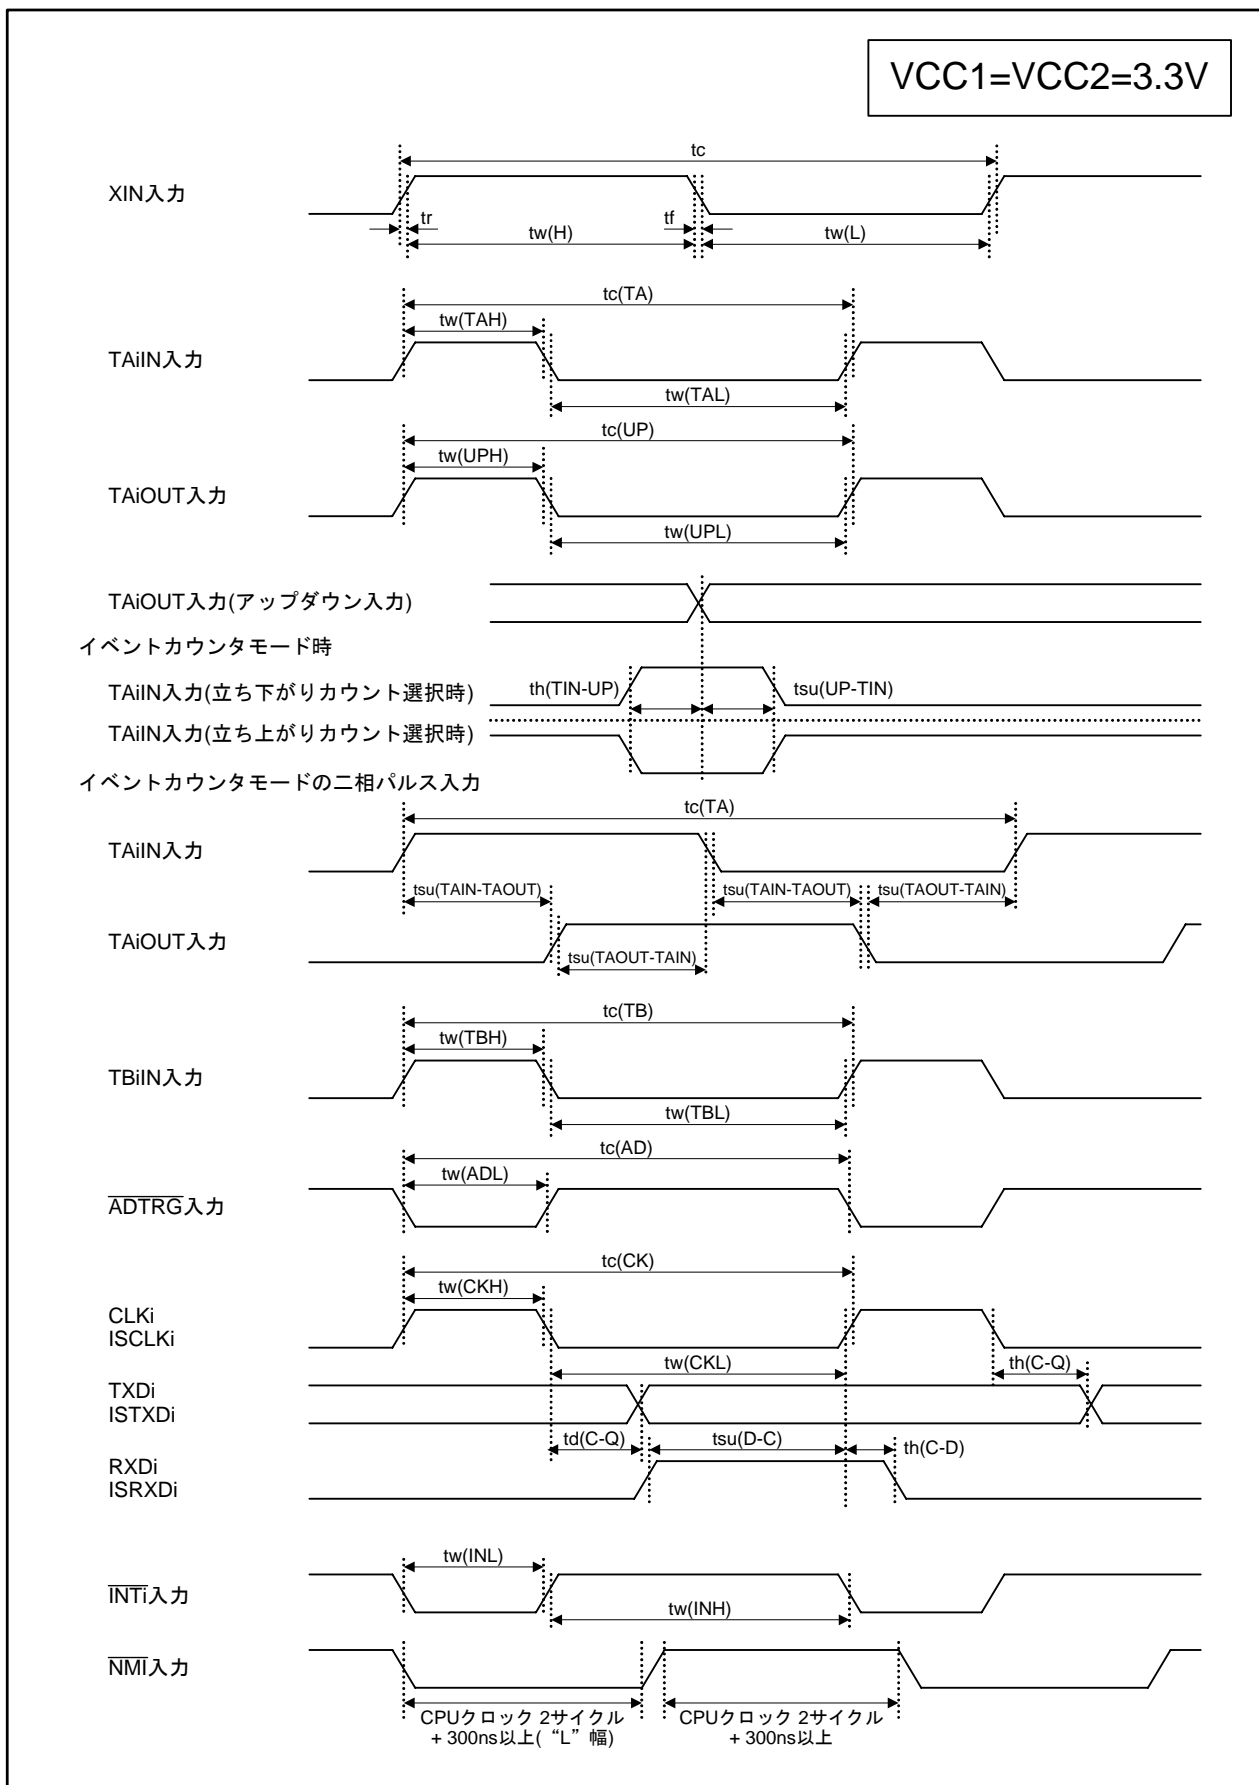
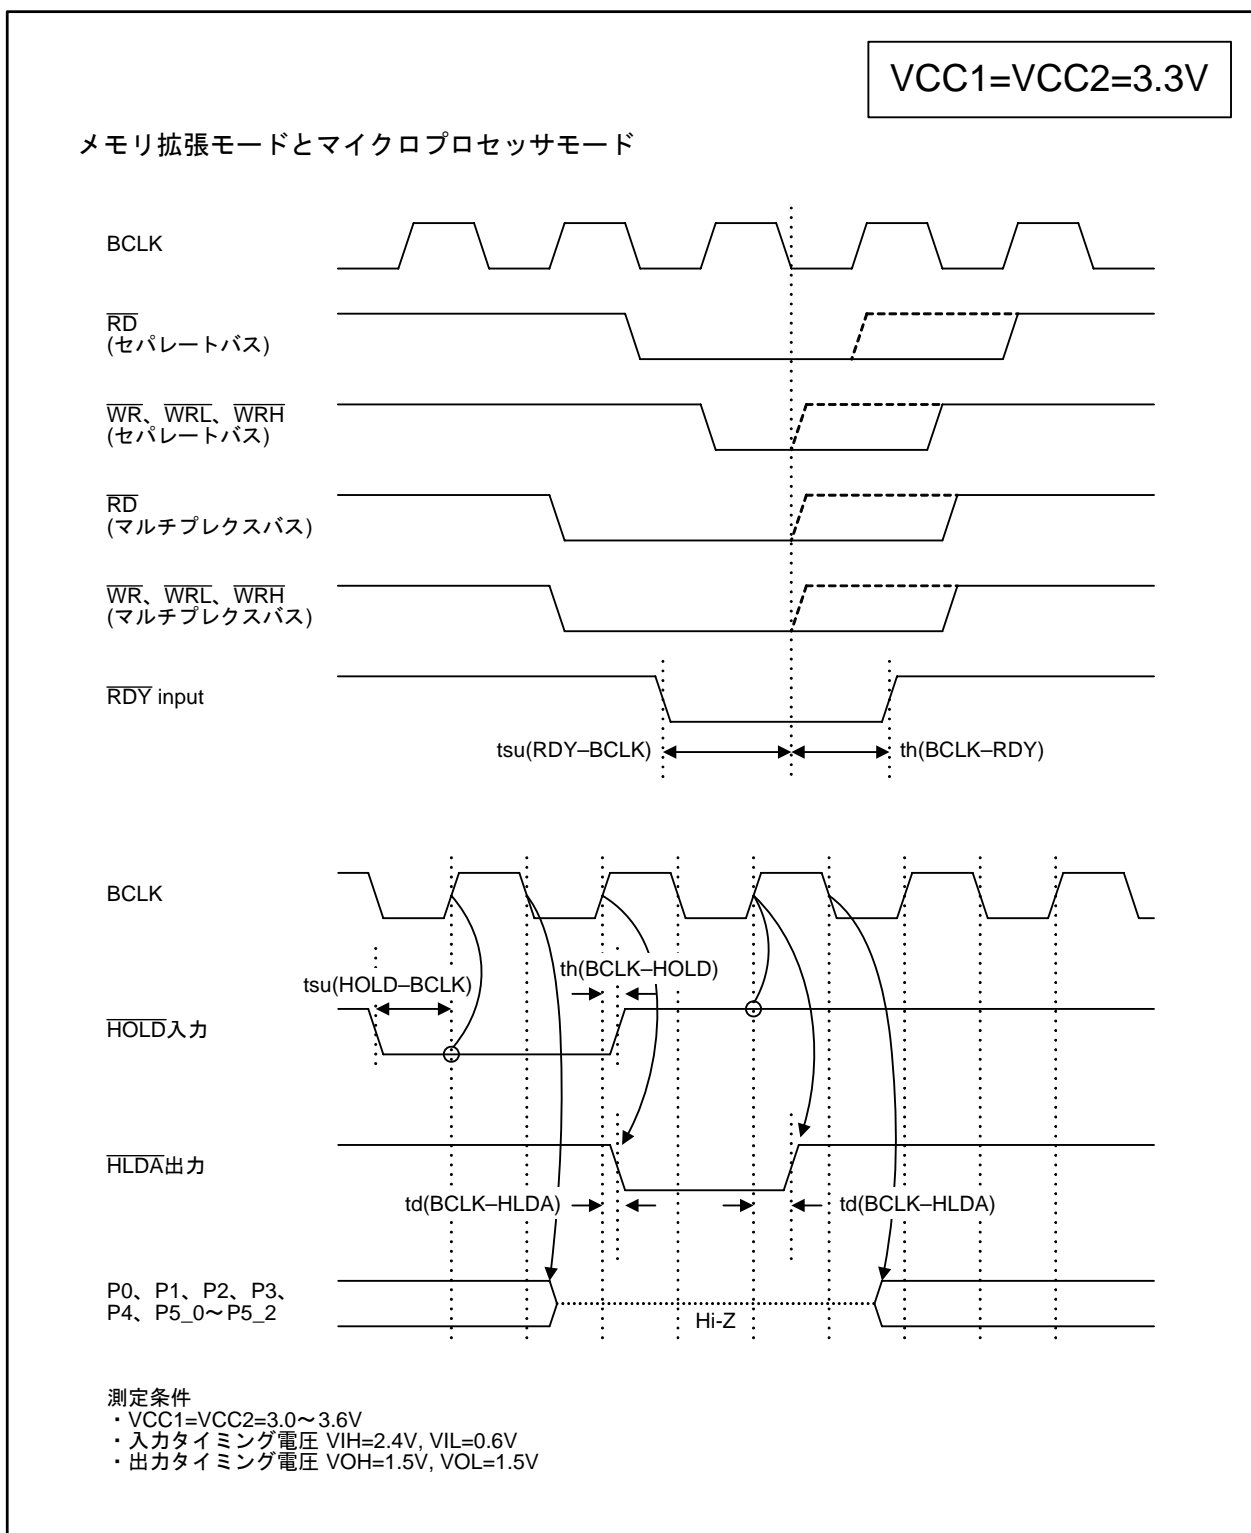

図 5.7 VCC1=VCC2=3.3V 時のタイミング図(1)
図5.8 VCC1=VCC2=3.3V時のタイミング図(2)
49 50 51 55 58 59 61 62 65 66 70 71 72,73	電气的特性 ・表 5.2 推奨動作条件(1)(2) 項目を追加 ・表 5.3 電气的特性 プルアップ抵抗のマスクROM版を削除 電源電流 構成を変更 ・表 5.3 電气的特性(2) クロック停止時、Topr=85°Cの標準規格値を削除 ・表 5.10 メモリ拡張モードおよびマイクロプロセッサモード 注1を変更 ・表 5.22 メモリ拡張モードおよびマイクロプロセッサモード 注1を変更 ・表 5.23 メモリ拡張モードおよびマイクロプロセッサモード 注1、注4を変更 ・図 5.3 VCC1=VCC2=5V時のタイミング図(1) 注3を変更 ・図 5.4 VCC1=VCC2=5V時のタイミング図(2) 注1、注2を変更 ・表 5.24 電气的特性 VOH 測定条件IOH=-1mAの最小値を変更 プルアップ抵抗のマスクROM版を削除 電源電流 構成を変更 ・表 5.25 A/D変換特性 tCONVの最小規格値を変更 ・表 5.40 メモリ拡張モードおよびマイクロプロセッサモード th(BCLK-AD),th(BCLK-CS),th(BCLK-RD)の最小規格値を変更 注1を変更 ・表 5.41 メモリ拡張モードおよびマイクロプロセッサモード th(BCLK-AD),th(BCLK-CS),th(BCLK-RD)の最小規格値を変更 注1、注4を変更 ・図 5.7、図 5.8 VCC1=VCC2=3.3V時のタイミング図を追加
70~73	・ 図 5.7 ~ 図 5.10 図の順番入れ替え